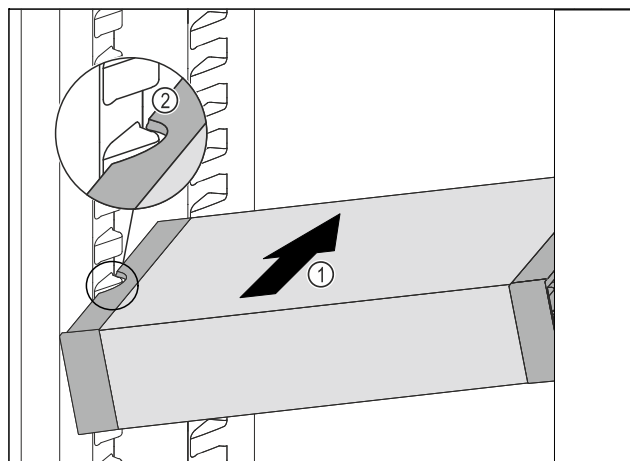

Fig. 92
- ▶ Împingeți VarioSafe oblic în frigider Fig. 92 (1), până când degajările laterale Fig. 92 (2) ale VarioSafese află la înălțimea nervurii recipientului din frigider.